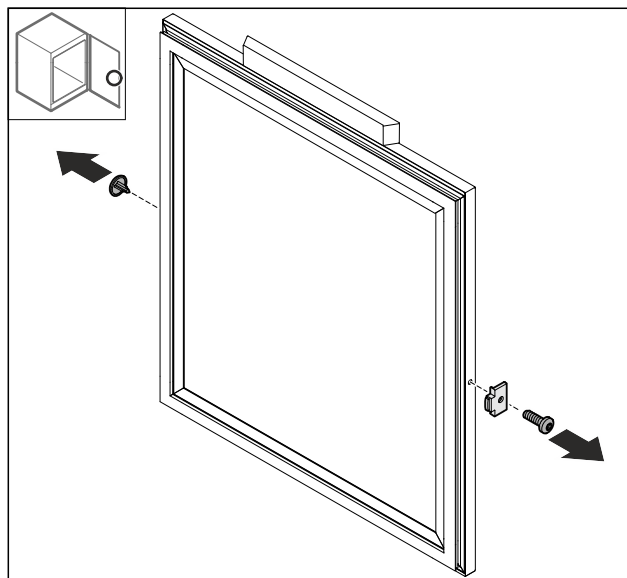

Fig. 75
- Afdekking Fig. 75 (1) verwijderen.
- Deurstopper Fig. 75 (2) demonteren.